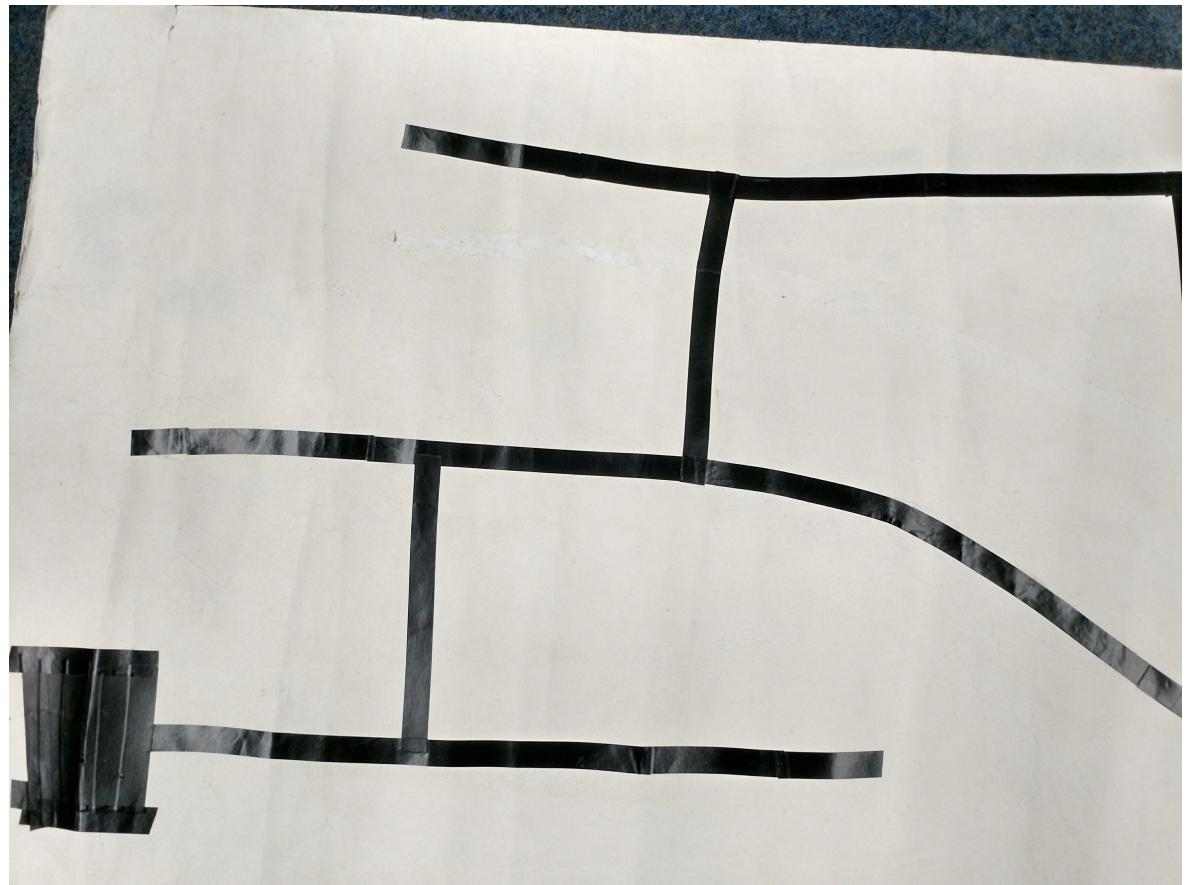

Abbildung 5: Beispiel Labyrinth
- Sie das Ziel wie in Abbildung 5 mit einem ausreichend großen schwarzen Kasten markieren